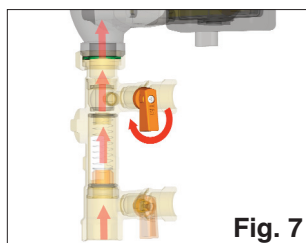
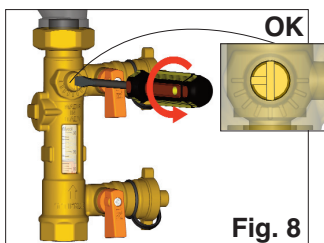

Fig. 7
Fig. 8
- Închideți robinetul de umplere (fig. 7), a reveni la poziția inițială șurubul de reglare (Fig. 8) și funcționează de instalație.
- Schließen Sie das Ventil (Abb. 7), in die Ausgangsstellung die Stellschraube (Abb. 8) zurück und betreiben die Anlage.